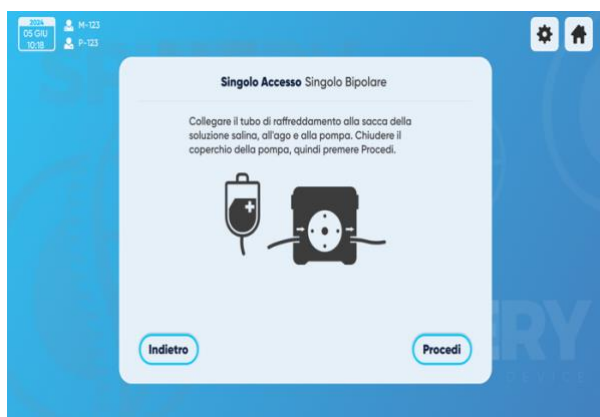

Figura 2 – Schermo di connessione di raffreddamento ad accesso singolo
1. Le istruzioni illustrate (Figura 2/3) ti chiedono di collegare la punta di collegamento di raffreddamento alla sacca salina da un'estremità alla sonda all'altra estremità e di inserire il tubo di propulsione nella pompa peristaltica.